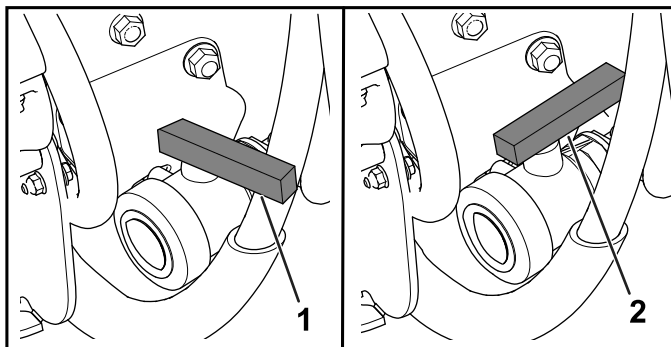

図 94
3. タンクのドレンバルブを開いて残っている薬液をすべて排出する (**図 94**)。
4. ドレンバルブを閉じる **図 94**。